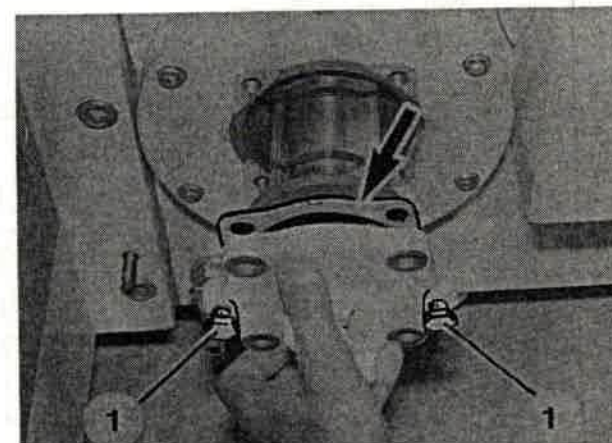

Bild 106
4. Filtereinsatz aus dem Filtergehäuse herausnehmen (Bild 106).
Schrauben (Bild 106/1) so weit zurückschrauben, bis sie nicht mehr vorstehen.
Zustand der Dichtung (Bild 106/Pfeil) prüfen, ggf. neue verwenden.